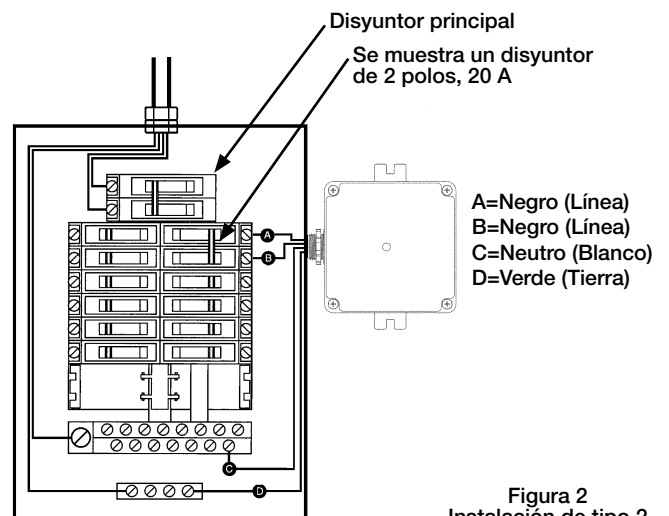

Figura 2
3. Conecte el cable blanco del SPD a la barra colectora neutra en el panel como se muestra en la Figura 2.
4. Conecte los dos cables negros al disyuntor como se muestra en la Figura 2. Para un mejor rendimiento del SPD, se debería usar el tamaño de disyuntor máximo recomendado de 240 V, 20 A, de 2 polos.